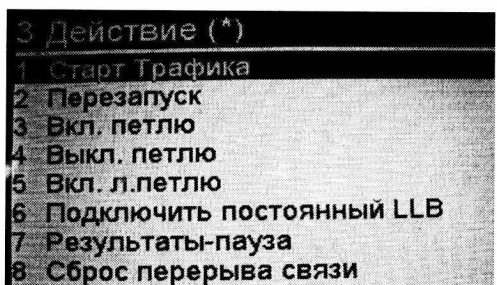

Рисунок 18
6.12 Нажать на формирователе данных кнопку «ОК». Откроется окно «3 Действие (\*)» - Рисунок 18. Выделить в окне «1 Стоп Трафика», нажать кнопку «ОК».